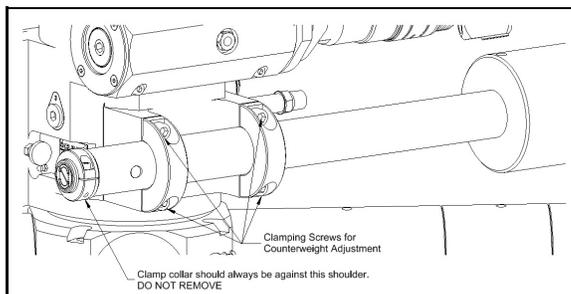

FIGURA 3-28. UBICACIÓN DE LOS TORNILLOS DE SUJECIÓN
El brazo de mecanizado se puede ajustar para un posicionamiento versátil y para despejar obstrucciones. Afloje las cuatro abrazaderas que fijan el brazo al cuerpo principal (Figura 3-28).
2. Afloje las abrazaderas que fijan el brazo de contrapeso (Figura 3-28).
3. Afloje los tornillos de sujeción del ajuste del contrapeso (Figura 3-28 de la página 48).
Un collarín en el brazo de contrapeso evita que el conjunto del contrapeso se deslice libremente desde el conjunto de la carcasa principal si el brazo no está sujeto con seguridad (Figura 3-28 de la página 48). Este collarín tiene una cara de uretano que debe señalar hacia las abrazaderas del cuerpo principal. Un anillo toroidal entre el collarín y el soporte en el extremo del brazo permite al collarín absorber la energía proveniente de un impacto deslizante. Si percibe que el collarín se ha desplazado o que falta el anillo toroidal, corrija esto antes de continuar usando la máquina.